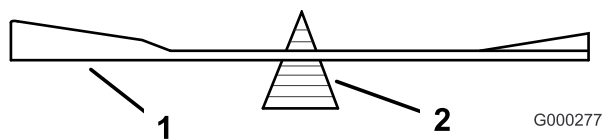

Figura 61
2. Verifique el equilibrio de la cuchilla colocándola sobre un equilibrador de cuchillas (Figura 61). Si la cuchilla se mantiene horizontal, está equilibrada y puede utilizarse. Si la cuchilla no está equilibrada, rebaje algo el metal en la parte de la vela solamente (Figura 59). Repita este procedimiento hasta que la cuchilla esté equilibrada.